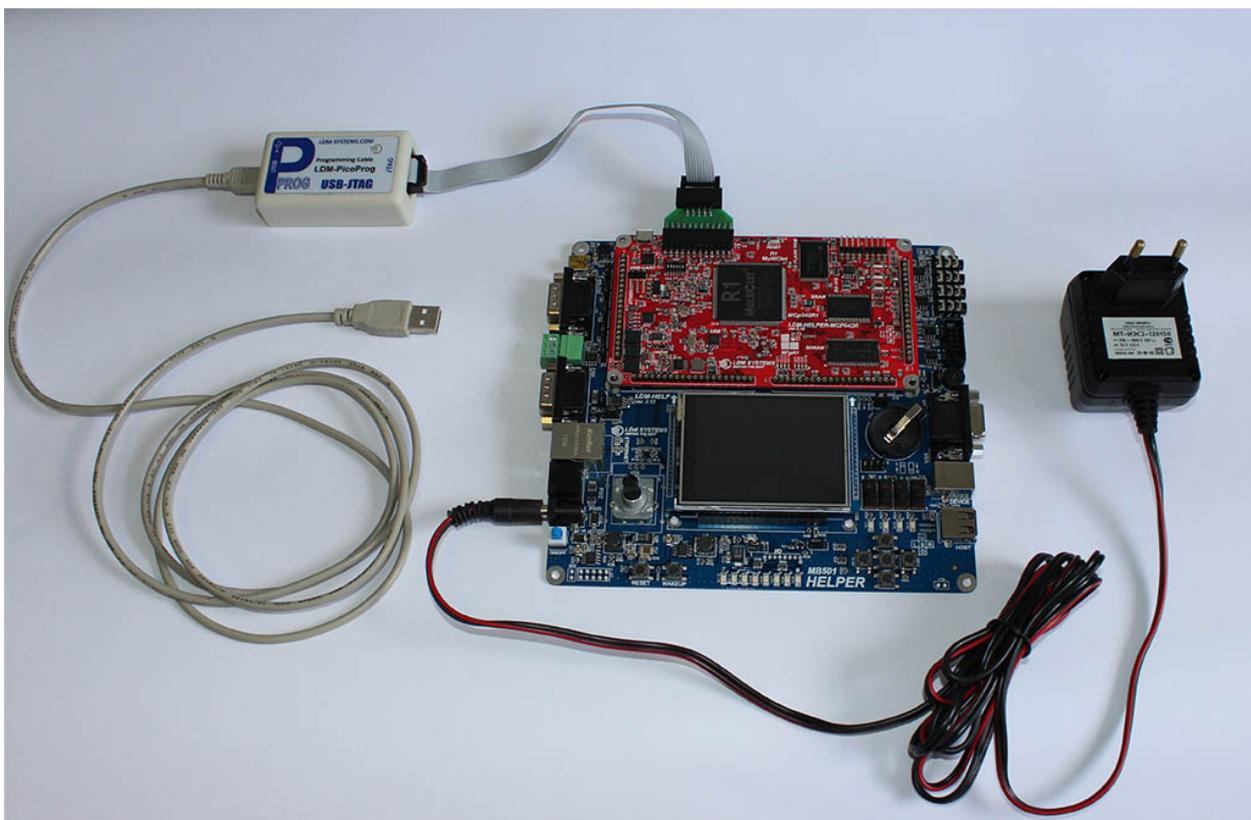

Рис. 6. Подключение программатора
4) Подключите источник питания в сеть переменного тока 220В, а программатор подключите в свободный слот USB персонального компьютера. Схема подключения будет выглядеть подобно рис. 6 .